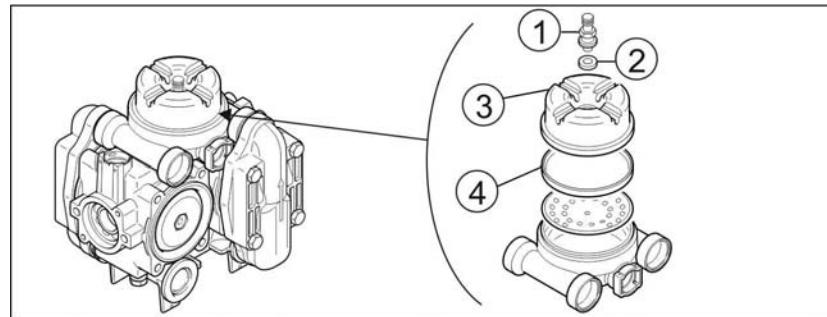

Рис. 196
1. Демонтируйте клапан (Рис. 196/1) и шайбу (Рис. 196/2).
2. Вставив вспомогательный инструмент в пазы крышки, отвинтите крышку (Рис. 196/3).
3. Проверьте мембранны (Рис. 196/4), замените дефектную мембранны.